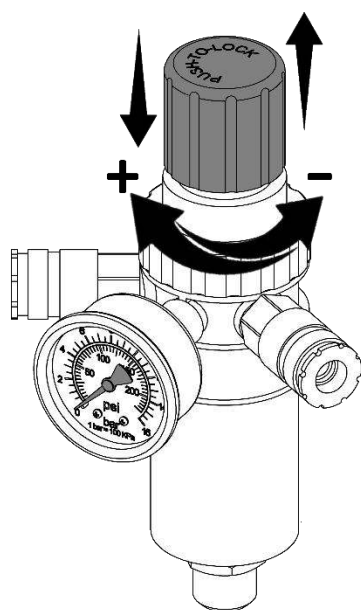

Рисунок 10
7.3.1 Настройка давления в подсоединенных пневматических инструментах регулятором давления (при его наличии) осуществляется следующим образом (см. рисунок 10):